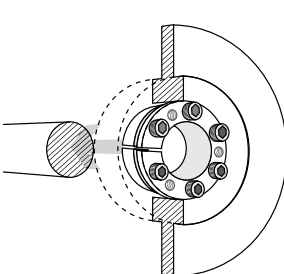

Figura 2.
1. Introduzca el Bufin dentro del hueco de la pieza sin ajustar [Figura 2] .